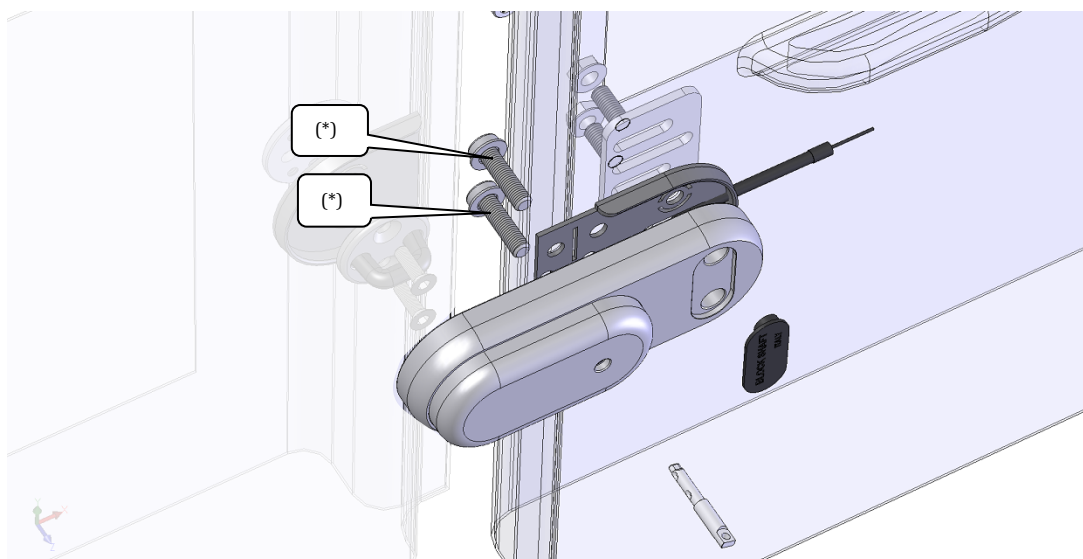

Fig. 17
**FASE DI CHIUSURA (\*)**) e i 2 prigionieri M8 filettati sulla corazza e due dadi M8 da applicare direttamente dall'interno, interponendo la contropiastra, sulla quale è predisposta un'asola per il passaggio dei due prigionieri (fig.17). Per tale fissaggio potrebbe essere necessario smontare la serratura di serie o semplicemente allontanarla dalla propria sede. Inoltre laddove la lamiera del portellone è spessa o presenta doppia lamiera (quindi è sufficientemente resistente allo strappo) si può omettere la contropiastra. Inoltre la contropiastra può essere impiegata per spessoramenti della lamiera interna. In caso di inevitabile interferenza, è possibile modificare (tagliare, accorciare) la contropiastra in base alle eventuali necessità. Interporre l'apposito distanziale in plastica a protezione della lamiera.